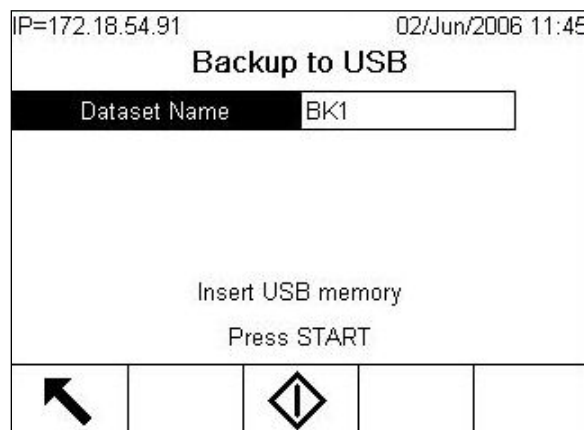

Abbildung 3-2: Backup to USB (Auf USB sichern)
2. Folgen Sie dem Menüpfad „Setup“ > „Maintenance“ (Wartung) > „Run“ (Ausführen) > „Backup to USB“ (Auf USB sichern). Daraufhin erscheint der in Abbildung 3-2 dargestellte Bildschirm.